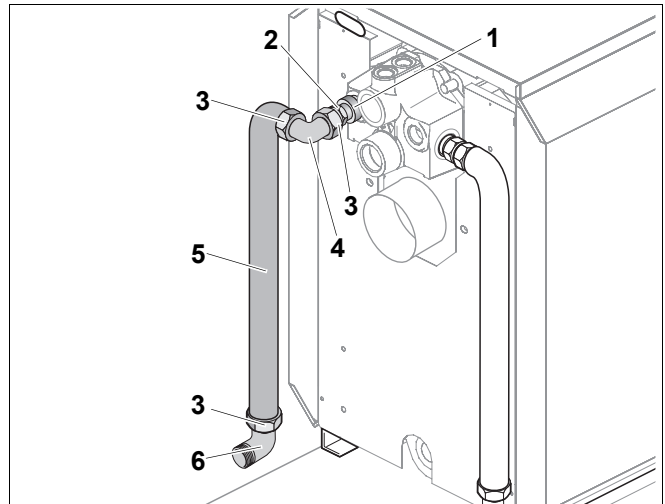

Рис. 8 Подключение подающей линии к отопительному котлу
- Установить кольцо (рис. 8, поз. 1) в паз двойного ниппеля (рис. 8, поз. 2) и закрутить ниппель в отверстие для подключения подающей линии на баке.
- Уложить уплотнение (рис. 8, поз. 3) в накидную гайку уголка (рис. 8, поз. 4) и прикрутить к двойному ниппелю.
- Уложить уплотнение (рис. 8, поз. 3) в накидную гайку короткого колена подающей трубы (рис. 8, поз. 5) и слегка прикрутить к уголку (рис. 8, поз. 4).
- Уложить уплотнение (рис. 8, поз. 3) в накидную гайку углового резьбового соединения с зажимным кольцом (рис. 8, поз. 6) и слегка прикрутить к трубе обратной линии.